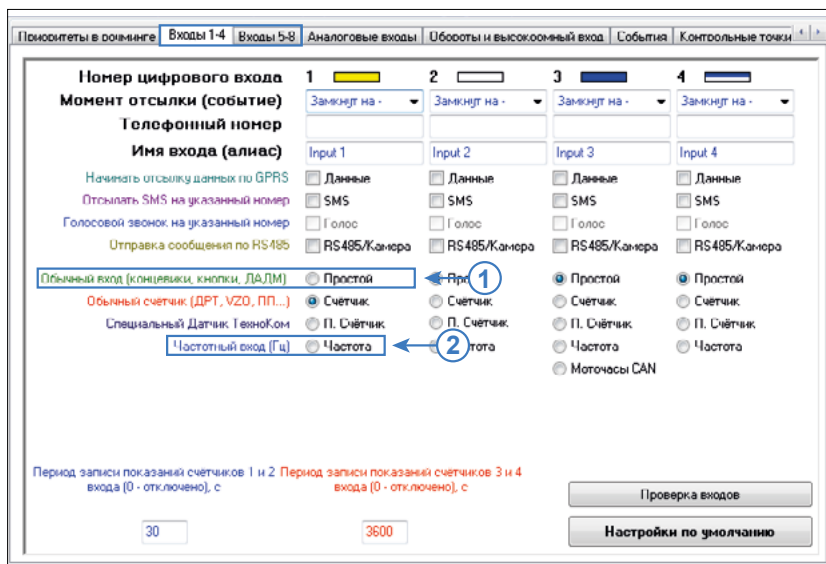

Рис.27. Пример настройки входа 1 контроллера АвтоГРАФ для подключения датчика ТКАМ.
- если выход датчика настроен в один из дискретных режимов – Гистерезис 1 или 2, Ковш, Отвал, Температура или Вибрация, то настройте режим «Простой» для входа контроллера, к которому подключен выход датчика (**Рис.27, п.1**);
- если выход датчика настроен в частотный режим (только Выход 2), то выберите режим «Частота» для цифрового входа контроллера, к которому подключен частотный выход датчика (**Рис.27, п.2**);